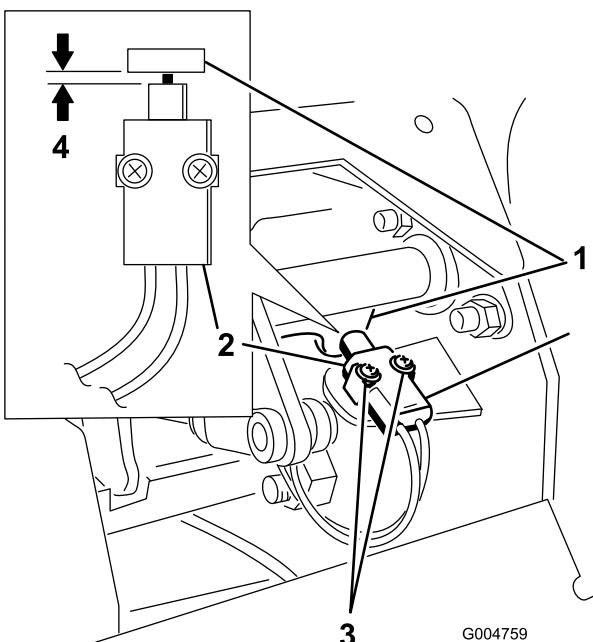

Figura 55
4. Desloque o interruptor na direcção da patilha no veio do travão até que a distância entre a patilha e o corpo do interruptor seja de 0,4 a 1 mm (Figura 55).